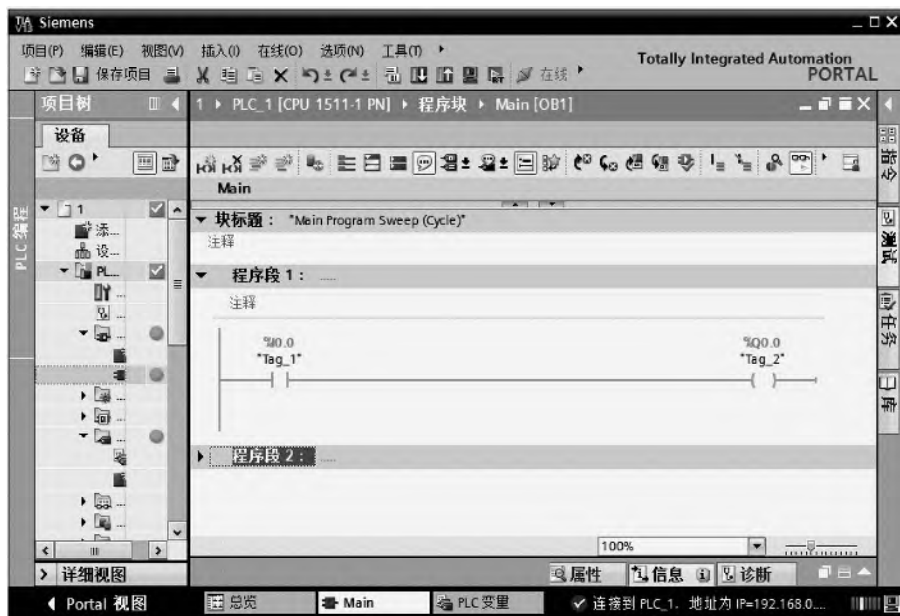

图 6-64 监视运行
⑤ 监视运行。在 TIA 博途软件项目视图界面中，打开程序编辑器，在工具栏中单击“启用/禁用监视”按钮 ，可以看到：若仿真器上的 IO.0 和 Q0.0 都是“ON”，则程序编辑器界面上的 IO.0 和 Q0.0 也都是“ON”，如图 6-64 所示。这个简单例子的仿真效果与下载程序到 PLC 中的效果相同，相比之下前者实施要容易得多。